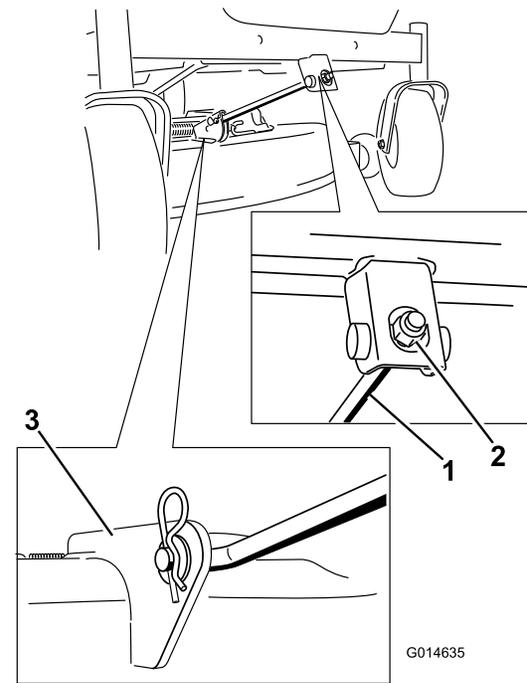

Figure 55
4. Retirez la goupille fendue de la tige de support avant et déposez la tige du support de tablier (Figure 55).
- Fixez la tige de support avant au tablier de coupe à l'aide de l'axe de chape et de la goupille fendue (Figure 55).